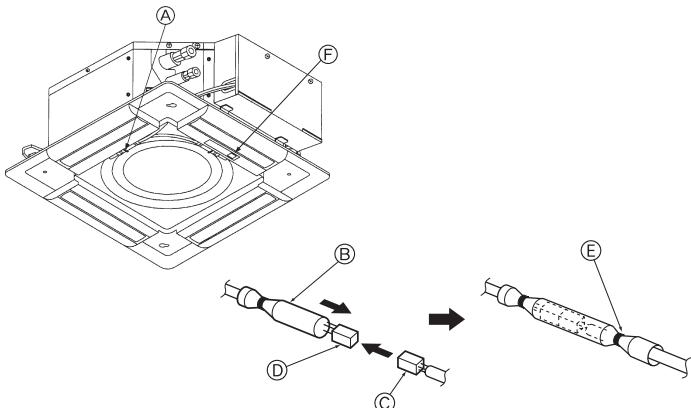

Fig. 5-8
5.3.4. Ligação do fio (Fig. 5-8)
- (A) Fecho (Acessório)